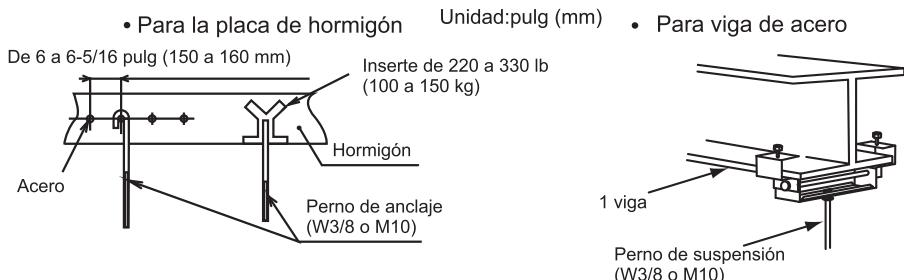

Fig. 3.4 Pernos de suspensión
(3) Asegúrese de que el techo esté nivelado horizontalmente, de lo contrario, el drenaje no fluirá.
(4) Refuerce las piezas de apertura del techo falso.
(5) Monte los pernos de suspensión, como se muestra en la Fig. 3.4.